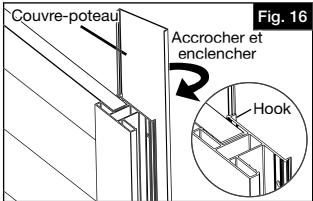

Fig. 16
- Pour installer le couvre-poteau (compris dans le kit de poteau), tenir le couvre-poteau à environ 6 po (15,2 cm) du haut du poteau, accrocher un côté sur le poteau, et appuyer sur l'autre côté pour l'enclencher. Glisser le couvre-poteau vers le bas du poteau pour cacher les vis (Fig. 16). Répéter ce processus pour l'autre poteau.